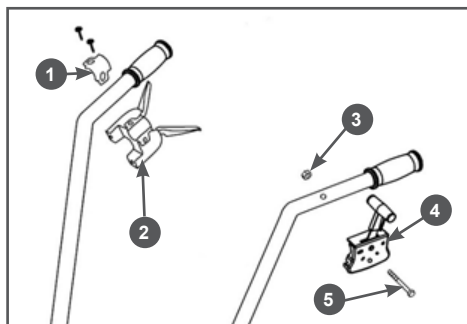

Рис. 8 Установка кронштейна рычагов включения переднего и заднего хода и рычага газа
7. Установите на правую рабочую рукоятку кронштейн 2 с рычагами включения переднего и заднего хода (Рис. 8). Для этого выполните следу-
ующее: открутите два винта крепления скобы и снимите скобу 1 крепления с кронштейна рычагов включения переднего и заднего хода. Установите кронштейн 2 снизу на правую рабочую рукоятку, а сверху приложите скобу крепления 1 (Рис. 8). Совместите отверстия в кронштейне и скобе и закрутите винты крепления, не затягивая их. Отрегулируйте положение кронштейна на рабочей рукоятке так, чтобы правой рукой было удобно по очереди нажимать и на рычаг включения переднего и на рычаг включения заднего хода. После окончательной регулировки плотно затяните винты крепления скобы (Рис. 8).
8. Установите на левую рабочую рукоятку рычаг 4 газа (Рис. 8). Для установки рычага 4 газа выполните следующее: совместите отверстия в левой рабочей рукоятке и корпусе рычага 4 газа, вставьте в отверстие болт 5 и закрутите гайку 3 до упора (Рис. 8).